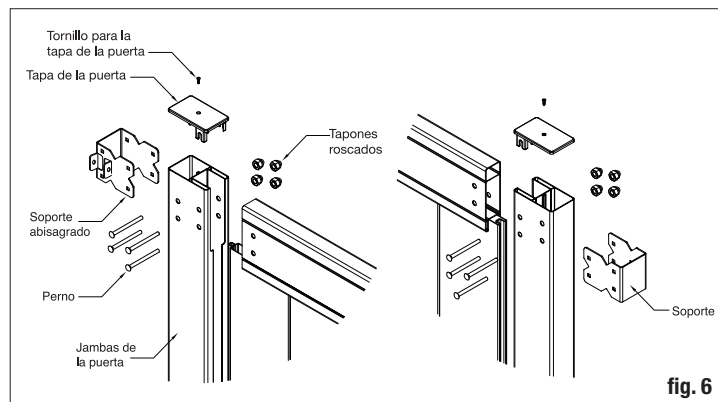

fig. 6
Coloque las jambas de la puerta en ambos lados de los barandales y coloque las bisagras en la jamba de la puerta de forma que se alineen con los barandales. Utilizando el soporte como guía, perforo los cuatro (4) agujeros necesarios de 1/4" para los pernos del soporte. Repita estos pasos para los soportes de bisagras también (fig. 6). Asegúrese de que los barandales estén completamente insertados en la jamba antes de perforar. Los pernos tienen que ir a través de la jamba y el barandal para que funcionen correctamente.